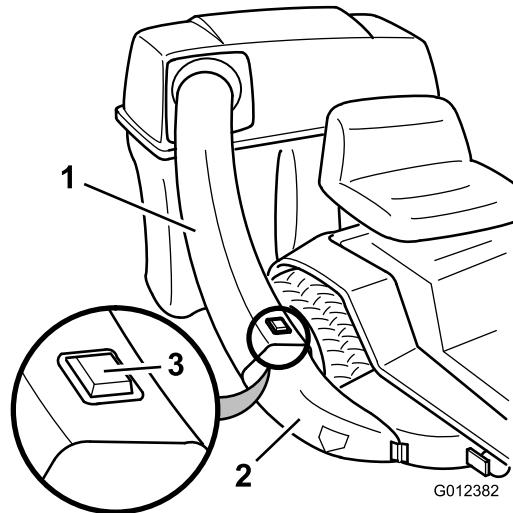

Figure 14
- Glissez l'extrémité courbe du tube d'éjection dans l'ouverture du couvercle du collecteur (Figure 14).
- Glissez l'extrémité carré du tube d'éjection au bout de l'éjecteur, en veillant à enclencher l'éjecteur dans le trou carré du tube (Figure 14).